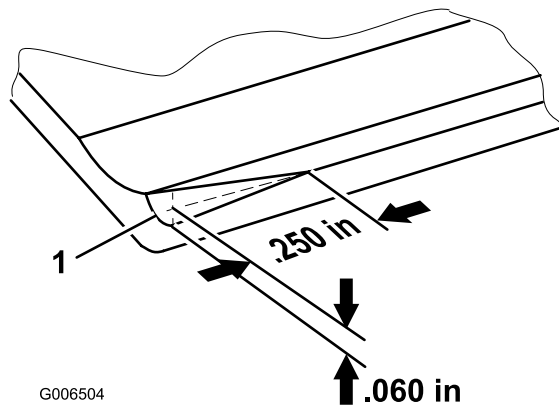

図 19
**注** 出荷時に面取りを施していますが（図 19）、この面取りはベッドナイフの寿命の中ほど（40%）でなくなりますので、再度の面取りが必要になります。